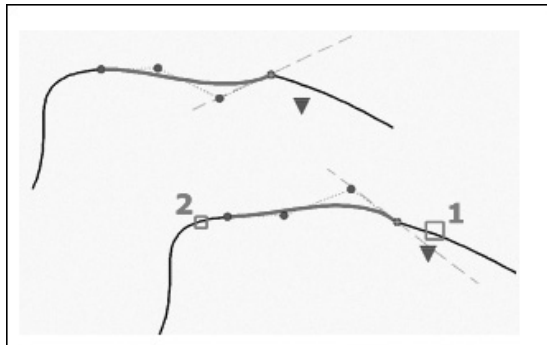

Fig.4.26
- 4 Sélectionner une autre ligne ou courbe près d'une extrémité (fig.4.26).